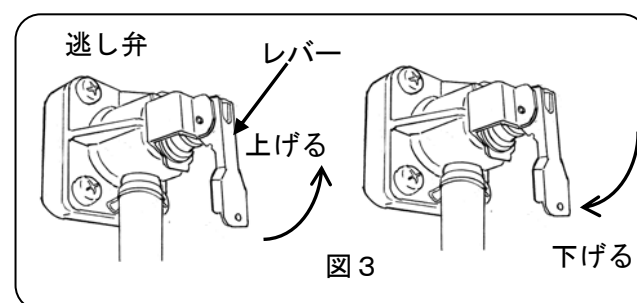

図3
- 1) 貯湯タンクユニットの逃し弁レバーを上げる。（図3参照）
- 2) 貯湯タンクユニットが満水になったら、逃し弁レバーを下げる。（図3参照）